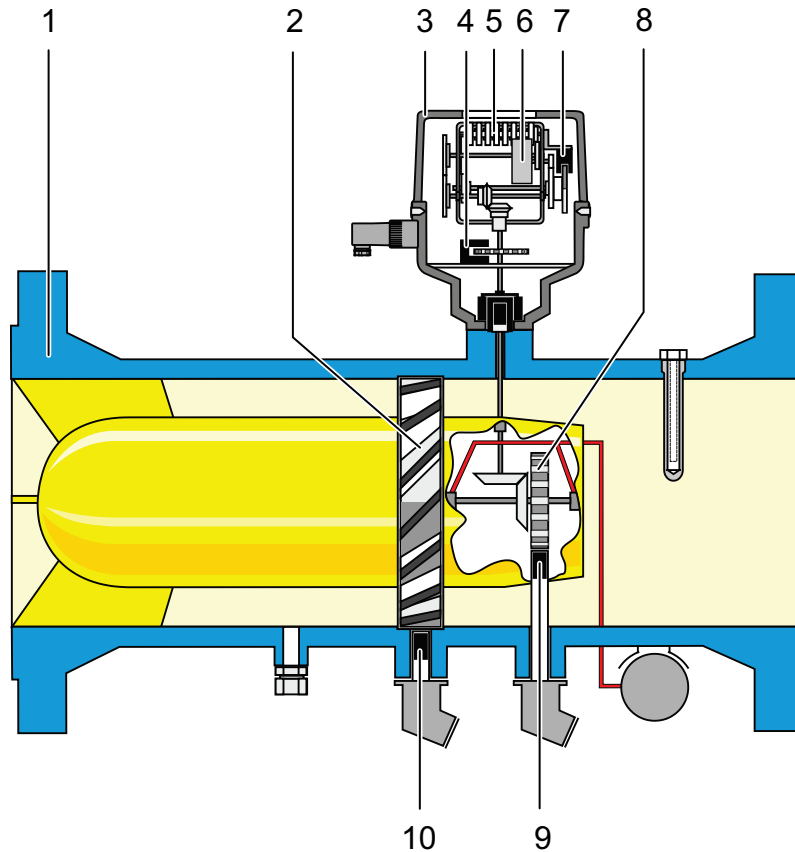

图 22: 涡轮流量计截面图 (示例)
为了检测转速，提供不同的信号或脉冲发生器，它们向 Flow Computer 传输低频 (LF) 或高频 (HF) 脉冲。下面的示例图概要地标示出了它们在涡轮流量计中可能的布置（见图 22）。